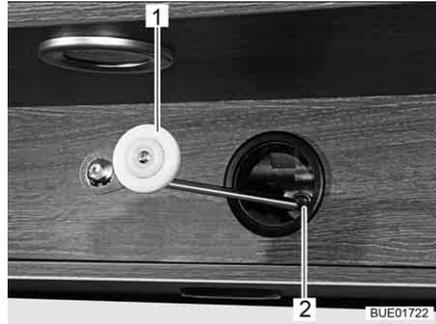

Bild 112 Mechanische Bedienung,
- Beiliegende Kurbel (Bild 112,1) oder Innensechskantschlüssel in die Aufnahme am Motor (Bild 112,2) stecken.